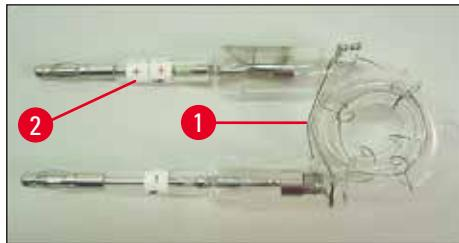
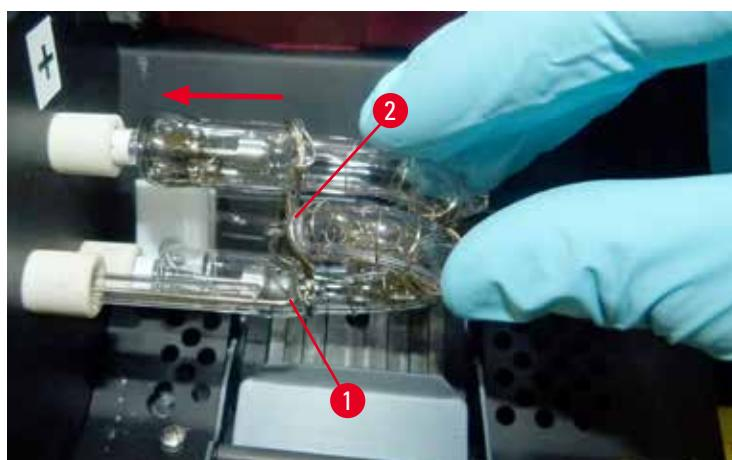

図 21
図 23
2. 新品のフラッシュランプ(→ "図 21")をソケット(→ "図 20-3")に取り付けます。次にランプを慎重に奥まで(「+」の極性マーカーが隠れるまで)押し込みます(→ "図 23")。必要に応じて、フラッシュランプをやさしく上下に揺ります。